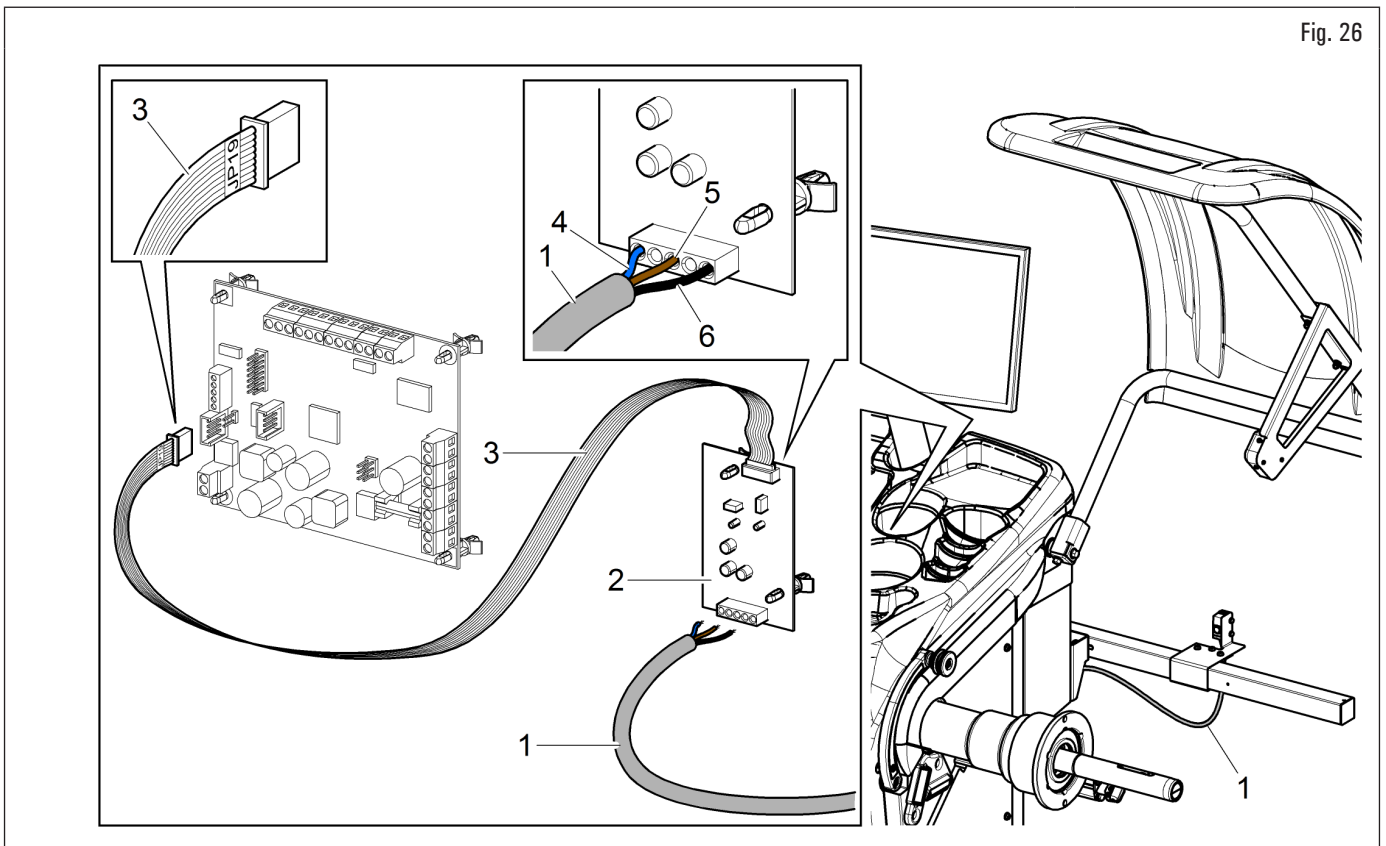

Fig. 26
4. Conectar el conector del cable del Run-out (Fig. 26 ref. 1) a la tarjeta electrónica (Fig. 26 ref. 2), como indicado en la Fig. 26 (cable ref. 4 azul, cable ref. 5 marrón y cable ref. 6 negro). Conectar la tarjeta (Fig. 26 ref. 2) del Run-out a la tarjeta principal equilibradora, utilizando el cable JP19 (Fig. 26 ref. 3) suministrado. Realizar la conexión como indicado en Fig. 26;